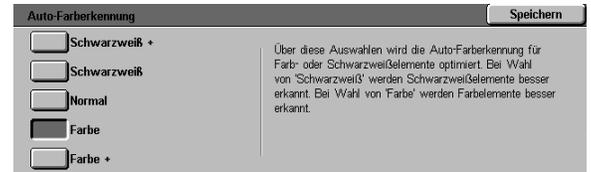

Abb. 49: Farberkennung
- Die Schaltfläche für die zutreffende Bildqualitätseinstellung für die Farberkennung betätigen (s. Abb. 49).